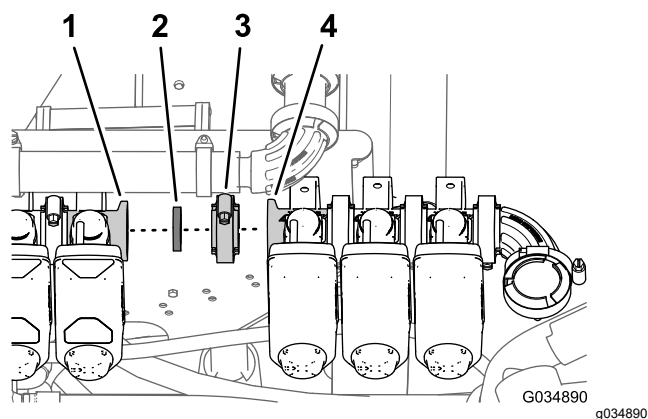

Рисунок 65
2. Установите, не затягивая, прокладку и клапан сопла 8 на клапан сопла 7 при помощи фланцевого хомута (Рисунок 65).
1. Совместите прокладку и фланец клапана левой секции (обозначенного как клапан сопла 8) с фланцем клапана сопла 7 (Рисунок 65).